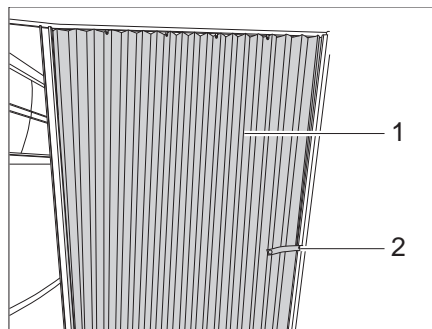

Bild 81 Faltdorhang
- Das Sicherungsband (Bild 81,2) lösen.
- Faltdorhang (Bild 81,1) in Schließstellung ziehen.
- Faltdorhang (Bild 81,1) in die Öffnungsposition führen.
- Faltdorhang mit dem Sicherungsband (Bild 81,2) befestigen.